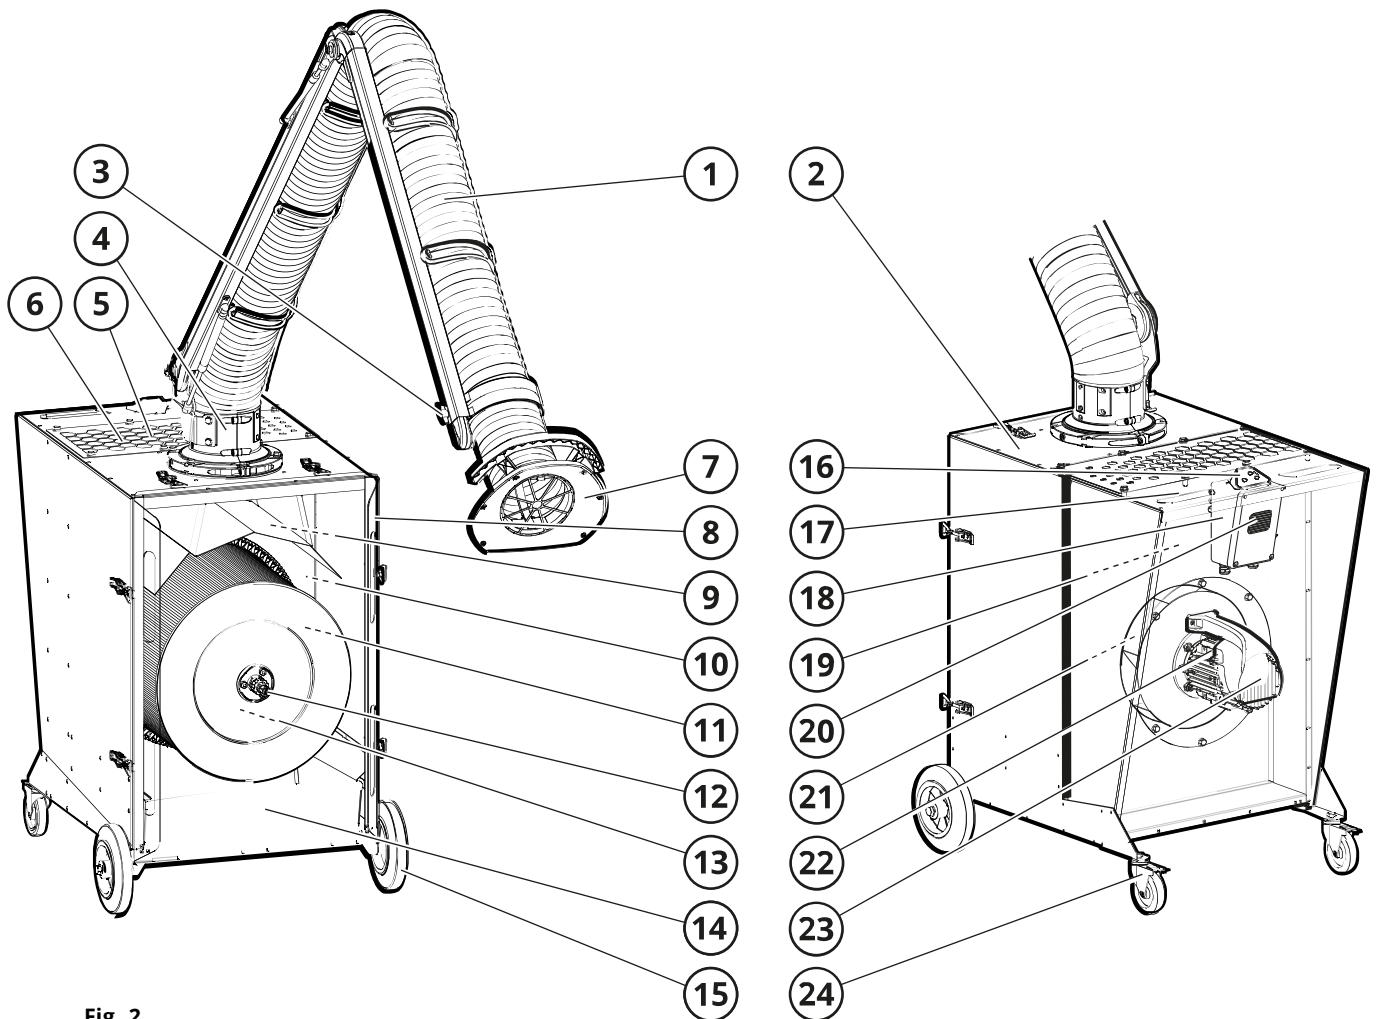

Fig. 2
Siehe Fig. 2.
Die verunreinigte Luft wird über den Absaugarm (1, **Fig. 2**) zur schmutzigen Seite der Maschine (10) gesaugt, wo die Luft durch die Filterpatrone (11) gereinigt wird. Die Filtrationsrate beträgt $\geq 99\%$ der Rauch- und Staubverunreinigungen von Schweißarbeiten an hochlegierten Stählen, wie z. B. Stählen mit einem Nickel- und Chromgehalt von 30 %. Anschließend wird die gereinigte Luft durch das Ventilatorlaufrad (21) gesaugt und über die Reinseite der Filtereinheit (19) durch das Auslassgitter (5) in den Raum geleitet.